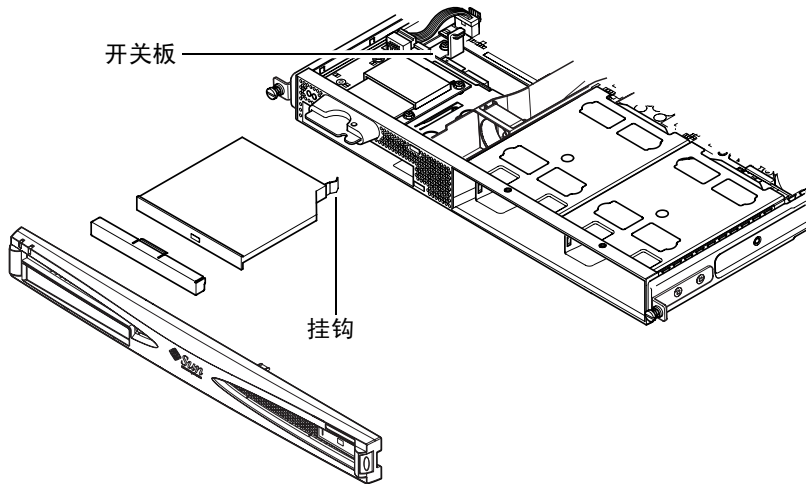

图 4-5 安装内置 DVD 或 CD-ROM 驱动器
5. 仔细地将 DVD 或 CD-ROM 驱动器插入底盘（请参见图 4-5）。
确保 DVD 或 CD-ROM 驱动器后部的钩子挂在底盘上。向内导入驱动器，确保其连接器与底盘中驱动器外壳后部的开关板（请参见图 4-5）上的连接器对准并连接好。您可能需要通过黑色 IDE 连接器来按住开关板，以将 DVD 或 CD-ROM 驱动器导入到位。